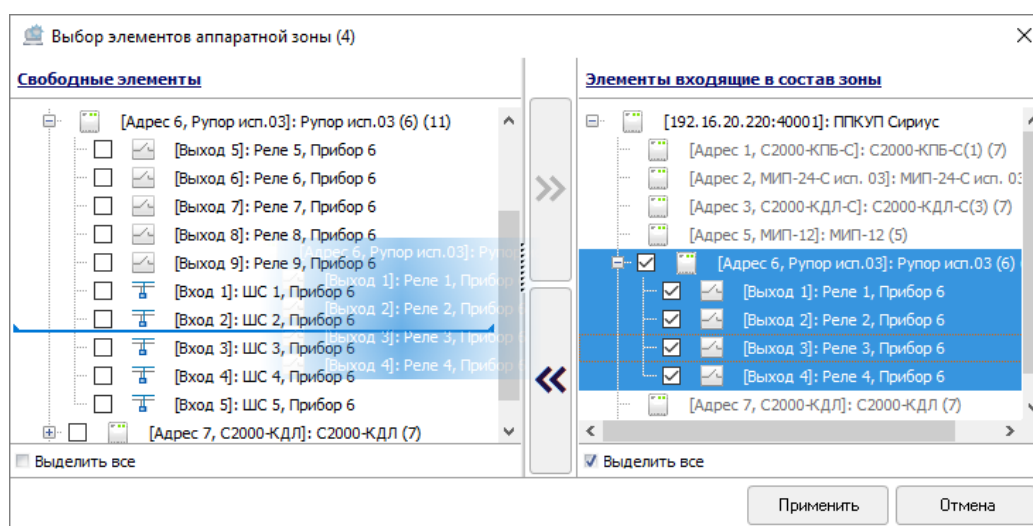

Рисунок 6-318 Удаление элементов и приборов из состава аппаратной зоны перетаскиванием
- в поле «Элементы, входящие в состав зоны» выделите один или несколько элементов/приборов (для выделения сразу нескольких элементов/приборов нажмите на клавиатуре и удерживайте клавишу <Shift> для выбора диапазона или клавишу <Ctrl> для комбинированного выбора) и, удерживая нажатой левую клавишу мыши, перетащите выделенные элементы/приборы в поле «Свободные элементы» (см. Рисунок 6-318).